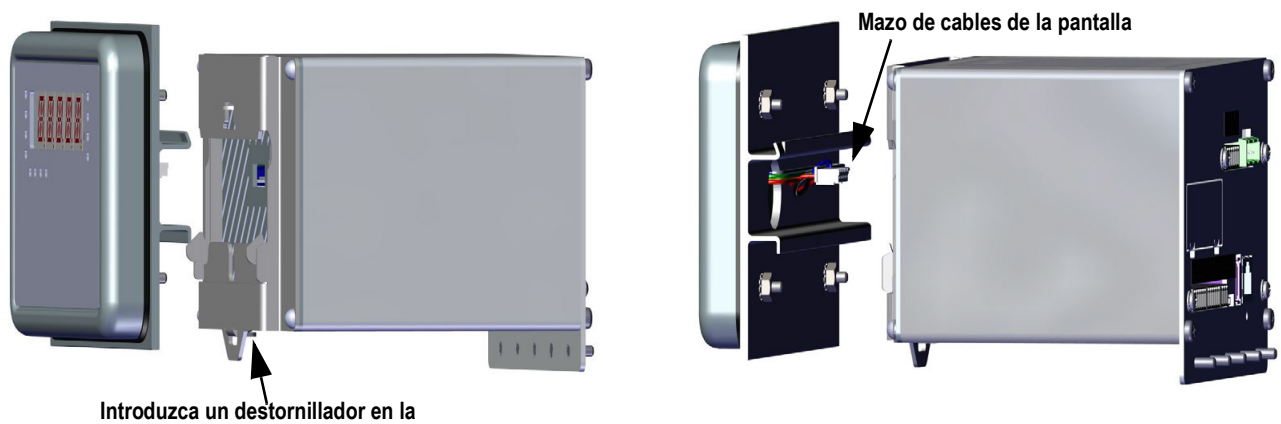

Figura 2-4. Instale el bloque del controlador
6. Enganche el bloque del controlador a la parte superior del bloque del carril DIN como se muestra en la Figura 2-4.